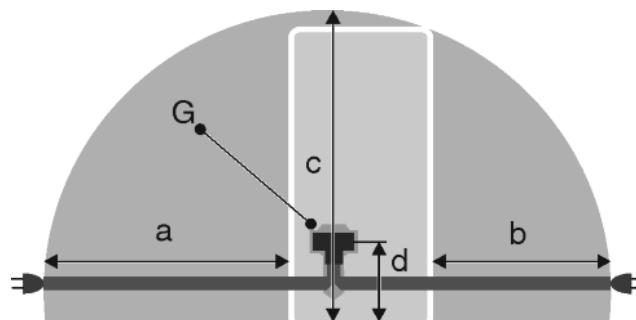

Fig. 21
- De contactdoos bevindt zich buiten het bereik van de achterzijde van het apparaat in het desbetreffende gedeelte Fig. 21 (a, b, c).
- ▶ Breng de apparaatstekker Fig. 21 (G) aan de achterzijde van het apparaat aan. Let op het correct vastklikken.